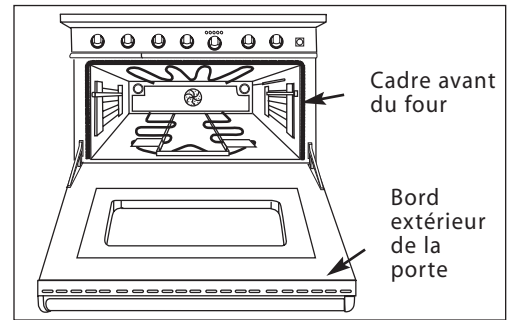

Fig. 14
- Nettoyez le cadre avant du four et les bords extérieurs de la porte. Essuyez les gros débordements et dépôts graisseux. (Voir Fig. 14)